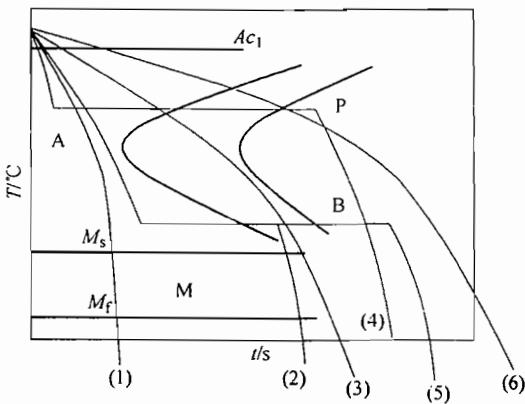

图 6-1 第四题第 3 小题图
3. (12 分) 根据共析碳钢的过冷奥氏体转变 C 曲线 (TTT 曲线) (如图 6-1 所示)，请写出经过图中所示 6 种不同工艺处理后材料的组织名称。